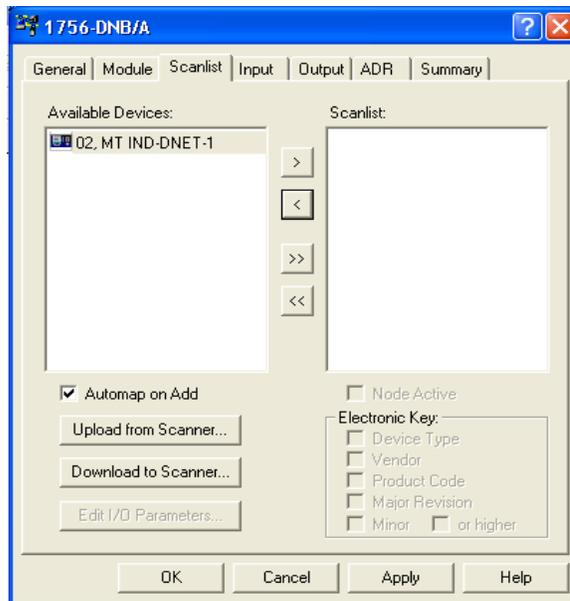

Figure 3-17 : Dialogue des propriétés du scanner : Présentation de l'onglet Liste de scannage
7. Cliquez sur l'onglet Liste de scannage de la boîte de dialogue des propriétés. La vue présentée sur la Figure 3-17 apparaîtra.